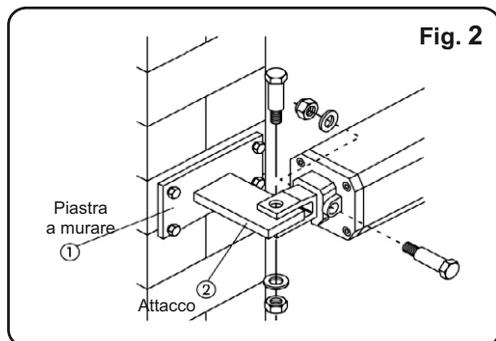

Fig. 2
- 2) Fissare al pilastro con viti e tasselli la piastra attacco posteriore e saldare l'attacco posteriore sulla piastra (fig. 2)
B) Fissare l'attuatore all'attacco posteriore (fig. 2);